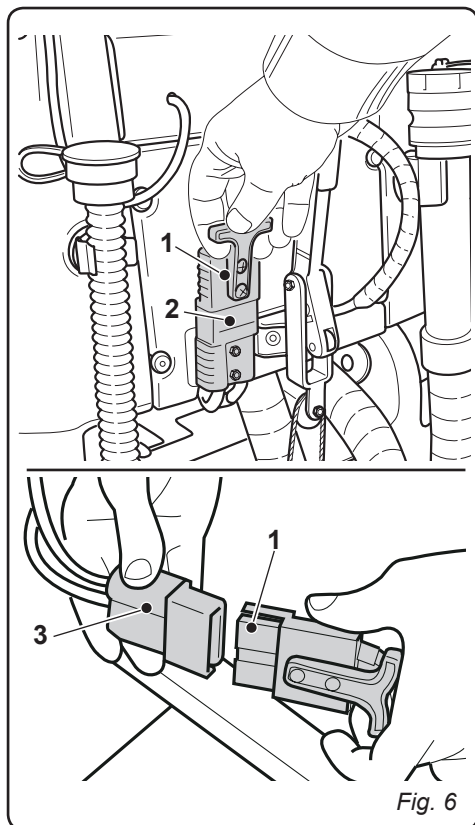

Fig. 6
- Laisser en charge les batteries jusqu'à ce que la LED (7) "Verte" s'allume, puis débrancher le câble (5) d'alimentation et le mettre de côté.
- Rebrancher la fiche (1) de la batterie à la prise (2) de l'installation.
4.1.b - Chargement de la batterie grâce à un chargeur de batterie externe (Fig. 6)
- Débrancher la fiche (1) de la batterie de la prise (2) de l'installation.
- Brancher la fiche (1) de la batterie à la prise (3) du chargeur de batterie externe.
- À la fin du chargement des batteries, rebrancher la fiche (1) de la batterie à la prise (2) de l'installation.